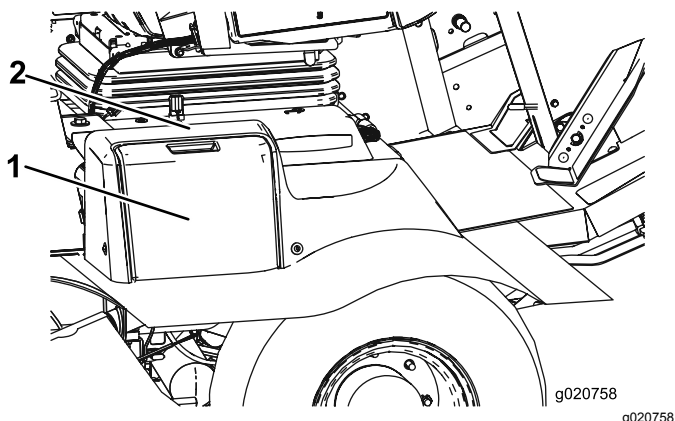

Figura 77
1. Aprite il coperchio della batteria sul lato della copertura (Figura 77).
Nota: Premete sulla superficie piatta sopra il coperchio della batteria per facilitare la rimozione del coperchio (Figura 77).